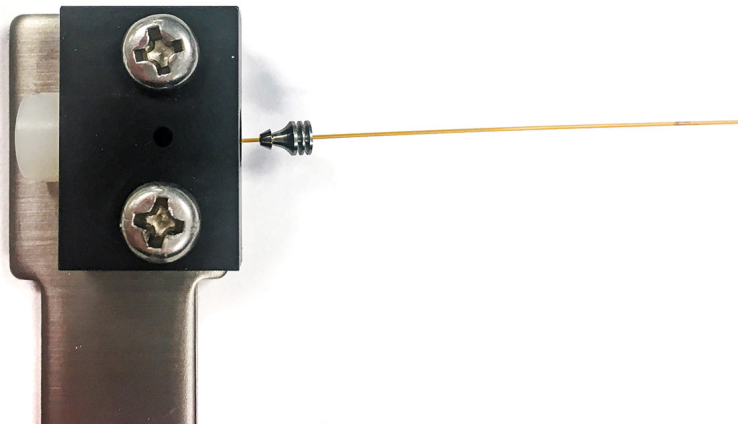

Figura 8. Enrosque la tuerca interna en la herramienta de conexión
- 5 Enrosque la tuerca interna en la herramienta de conexión hasta apretarla con la mano. Vea la **Figura 8**.